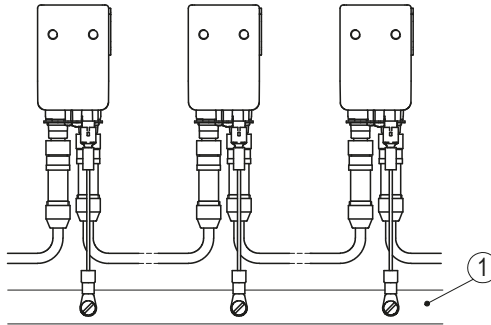

Abb. 5: PE-Schiene
Zum Schutz vor Störungen müssen die Schirme der Signalleitungen und Netzleitung beidseitig angeschlossen werden. Potentialunterschiede führen zu unzulässigen Strömen auf dem Schirm. Den PE Anschluss ④ zwischen den Anschlusssteckern auf das Schutzleiterpotential legen (siehe Abb. 4). Verwenden Sie dazu 6.3 mm Flachstecker mit kurzer Litze 2.5 ... 4 mm2 (nicht im Lieferumfang). Bei mehreren Positionsanzeigen wird empfohlen die Erdung auf eine PE-Schiene ① anzuschließen (siehe Abb. 5).